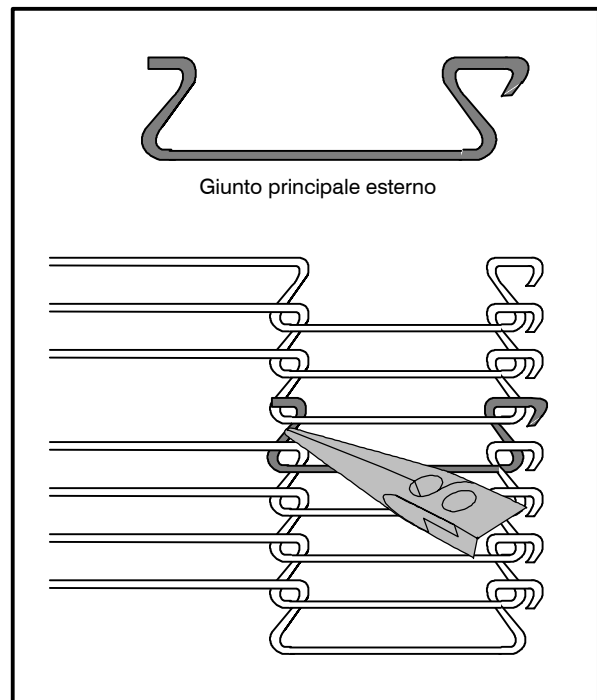

Figura 11
7. Installare i giunti principali esterni per terminare il collegamento delle due estremità del nastro trasportatore. Vedi Figura 11